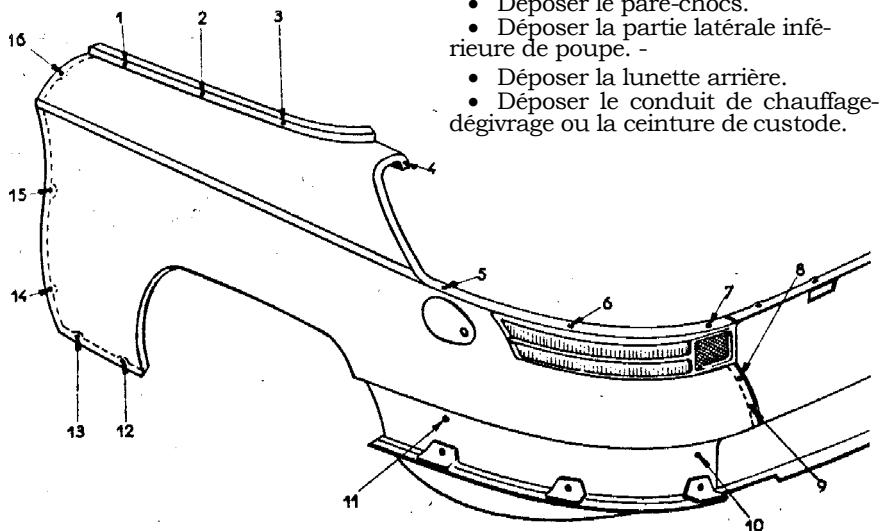

Fig. 15. — Partie latérale de poupe.
### DEPOSE ET REPOSE D'UNE PARTIE LATÉRALE DE POUPE G. OU D. (fig. 15).
**Fig. 15 bis.** — Éléments démontables et amovibles de côté.